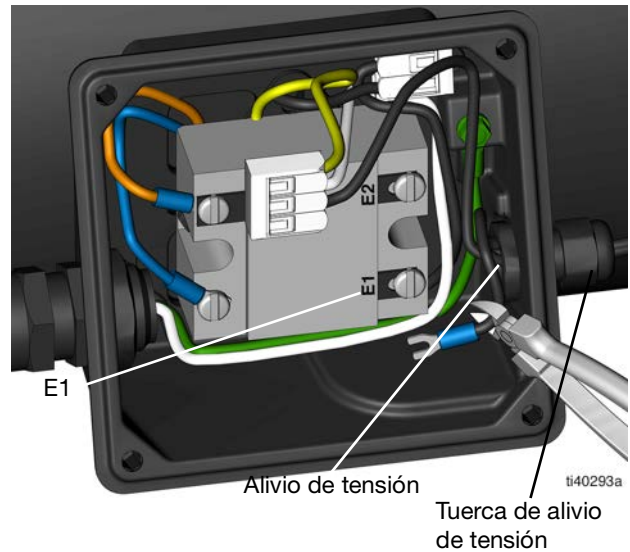

FIG. 23
8. Utilice un destornillador para desenganchar el cable del interruptor de presión de E1. Desenchufe el otro cable del interruptor de presión del conector que tiene los cables amarillo y blanco (FIG. 23).
9. Corte el cable del interruptor de presión (FIG. 23) con el conector en horquilla.
10. Afloje la tuerca de alivio de tensión (FIG. 23).
11. Saque el cable del interruptor de presión de la caja de terminales por el elemento de alivio de tensión (FIG. 23).